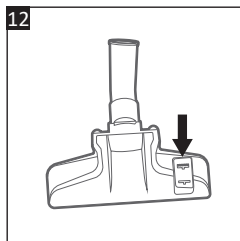

Fig. 12
Les poils de la brosse pour les sols (18) peuvent être réglés en fonction du type de sol à nettoyer (Fig. 12).
- Appuyez sur  sur le bouton de la brosse pour sols (17) pour sortir les poils de la brosse lors du nettoyage des sols durs qui ne sont pas susceptibles d'être rayés.
- Appuyez sur  sur le bouton de la brosse pour sols (17) pour rentrer les poils de la brosse lors du nettoyage des moquettes, tapis ou surfaces dures.